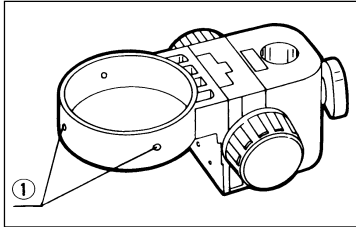

Abb. 5
- (1) Die drei Feststellschrauben ① an der Peripherie des Armes mit dem beiliegenden Sechskant-Steckschlüssel lösen, und das Mikroskopstativ einsetzen (Abb. 5).
- (2) Die drei Feststellschrauben gut festziehen.